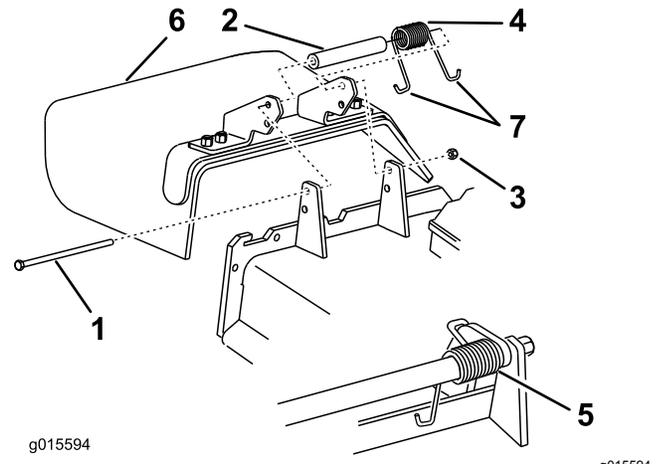

Figure 101
1. Retirez le contre-écrou, le boulon, le ressort et l'entretoise qui fixent le déflecteur aux supports de pivot (Figure 101).
Remarque: Prenez soin de placer une extrémité en J du ressort derrière le bord du tablier avant de mettre le boulon en place, comme montré à la Figure 101.
5. Accrochez une extrémité en J du ressort au déflecteur d'herbe (Figure 101).